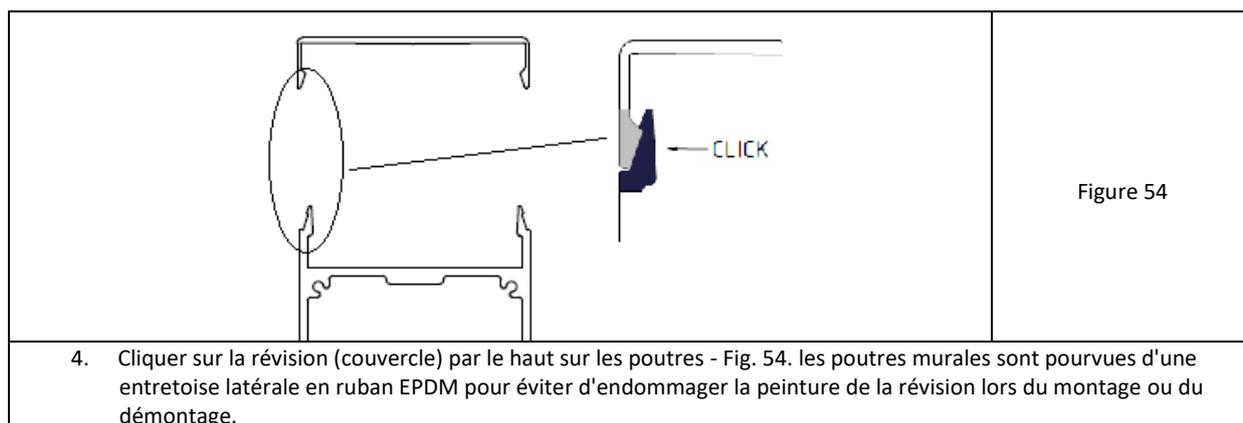

Figure 54
4. Cliquer sur la révision (couverture) par le haut sur les poutres - Fig. 54. les poutres murales sont pourvues d'une entretoise latérale en ruban EPDM pour éviter d'endommager la peinture de la révision lors du montage ou du démontage.